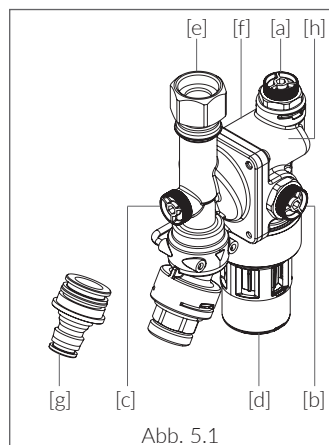
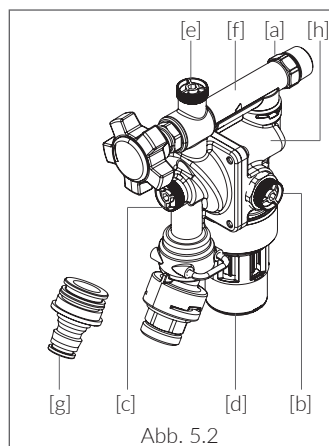

Abb. 5.1
Abb. 5.2
(Abb. 5.1)
(Abb. 5.2)
- / Nach dem Einbau an allen drei Prüfstutzen (Abb. 5.1 / Abb. 5.2; [a], [b] und [c]) entlüften
- / Zum Anschluss des Ablauftrichters (Abb. 5.1 / Abb. 5.2; [d]) an das Abwassersystem ist die Norm DIN EN 12056 zu beachten
Die in jeder Druckzone enthaltenen Kugelhahnstutzen (Abb. 5.1 / Abb. 5.2; [a], [b] und [c]) dienen der Funktionsprüfung der Armaturen mit einem entsprechenden Druckmessgerät.